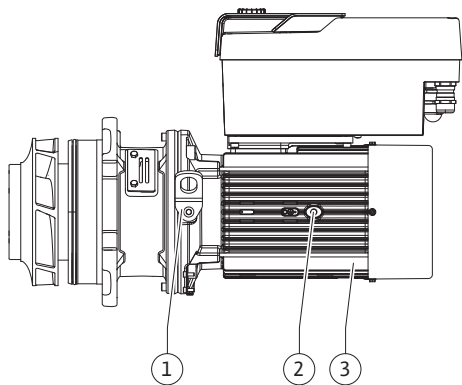

Fig. 108: Ievietojamais modulis
13. Ievietojamo moduli (skat. Fig. 108) ievietojiet sūkņa korpusā iepriekšējā pozīcijā vai citā vēlamajā leņķa pozīcijā. Ņemiet vērā komponentu montāžas stāvokļus (skatīt nodaļu „Pieļaujamie montāžas stāvokļi un detaļu kārtības izmaiņa pirms uzstādīšanas“ [► 24]).